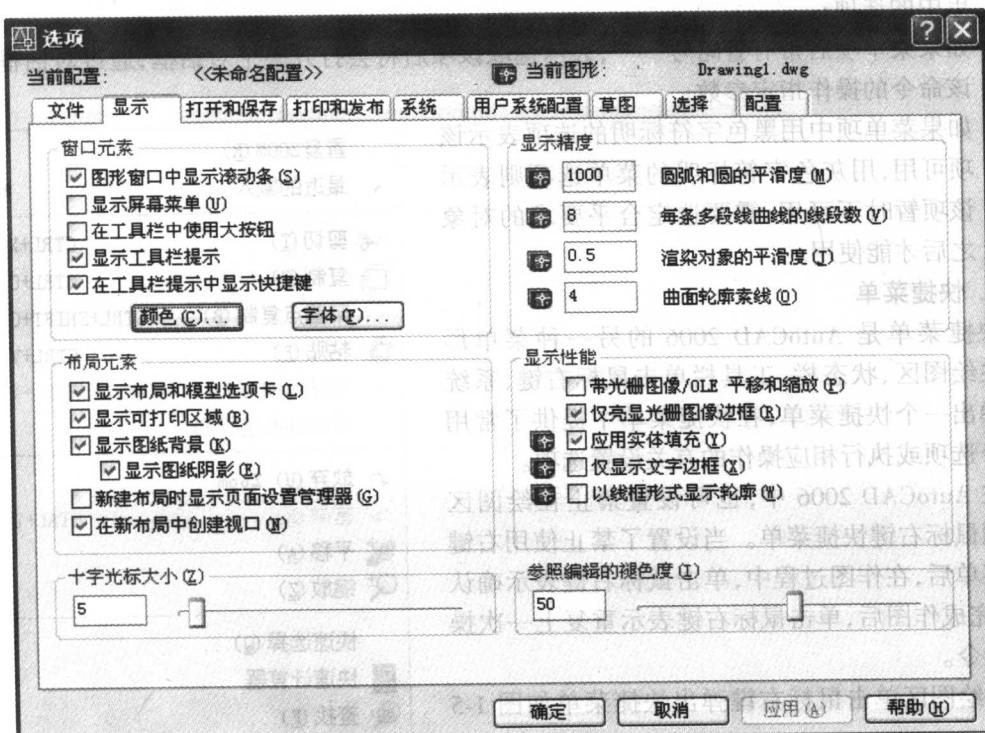

图 1-3 【选项】对话框
(1) 选择下拉菜单【工具】|【选项】命令，出现【选项】对话框，在该对话框中单击【显示】选项卡，出现如图1-3所示对话框。